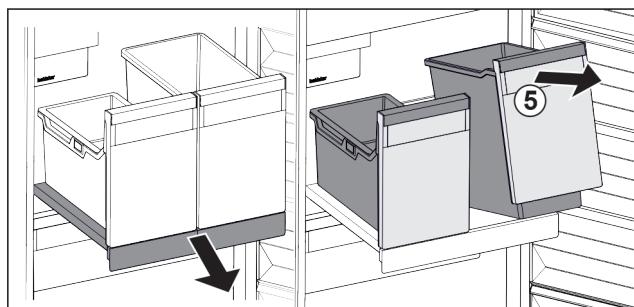

Fig. 84
- ▶ Nádobu Fig. 84 (5) vpředu nadzvedněte.